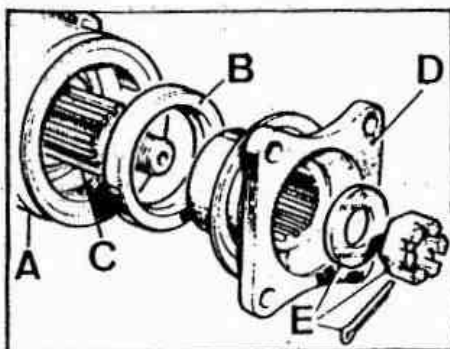

Fig. E -30 Brida de mando y carter del piñón de ataque
- 1.3. Desmontar la brida del mando, D (Fig. E -30), que vá unida al piñón por medio de los elementos de fijación, E.
- 1.4. El retén, B (Fig. E -30) se desmontará ejerciendo palanca con el destornillador.
- 2.1. Montar el retén, B (Fig. E -30) a presión sobre el carter, a fondo de su alojamiento, aplicándole en su borde exterior un compuesto sellador y posicionándolo con la parte biselada hacia el interior.